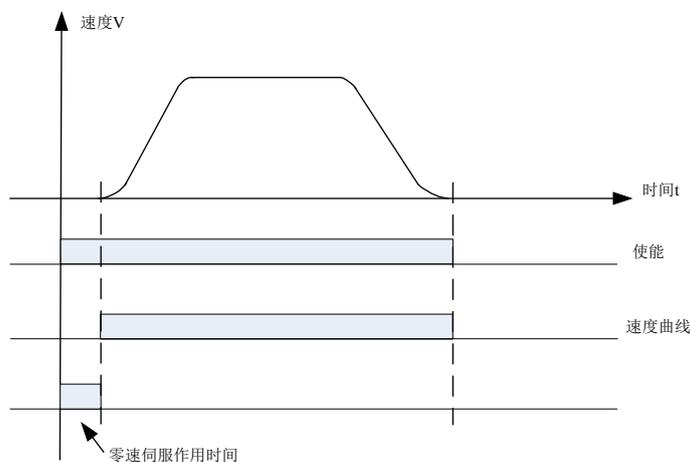

图 7.7 零伺服作用时间
**F226**——零伺服作用时间调整参数。所谓零伺服就是变频器在结束励磁到给出速度之间，输出一个零速保持力矩的阶段。该参数还决定了 F212、F213 和 F214 这三个零伺服 PID 参数的作用时间。零伺服作用时间如图 7.7 所示。